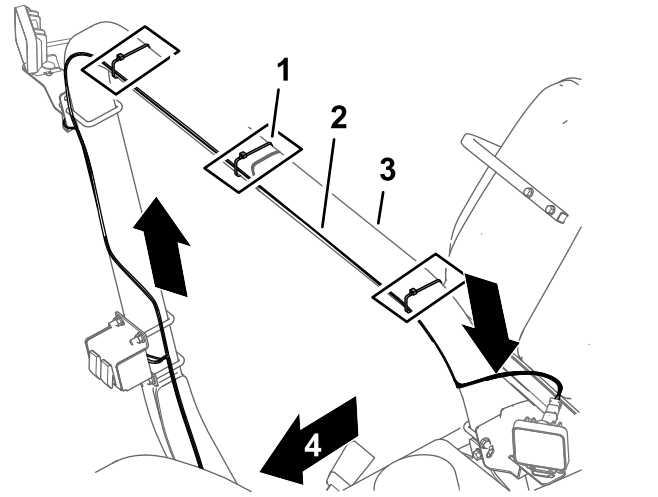
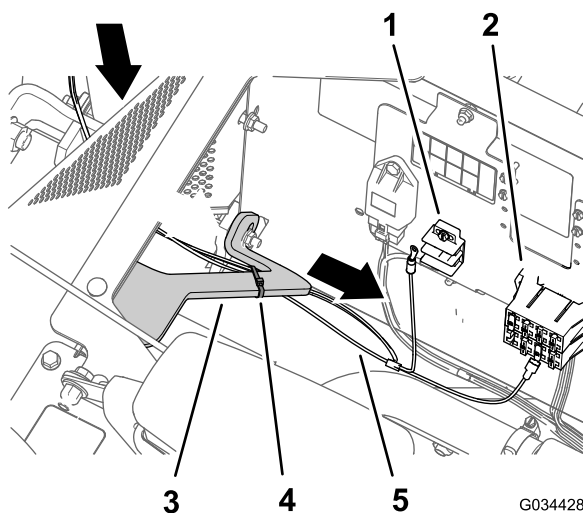

Figura 13
**Figura 14**
- En los interruptores, dirija el ramal del arnés de cables con el conector hembra de 2 vías hacia arriba y a través de la parte trasera del tubo del ROPS horizontal, tal y como se muestra en la Figura 13.
- En los interruptores de las luces, dirija el ramal del arnés de cables con el terminal hembra y el terminal de anillos hacia abajo y hacia delante, tal y como se muestra en la Figura 14 y en la Figura 15.
cables, tal y como se muestra en la Figura 13, Figura 14 y Figura 15.